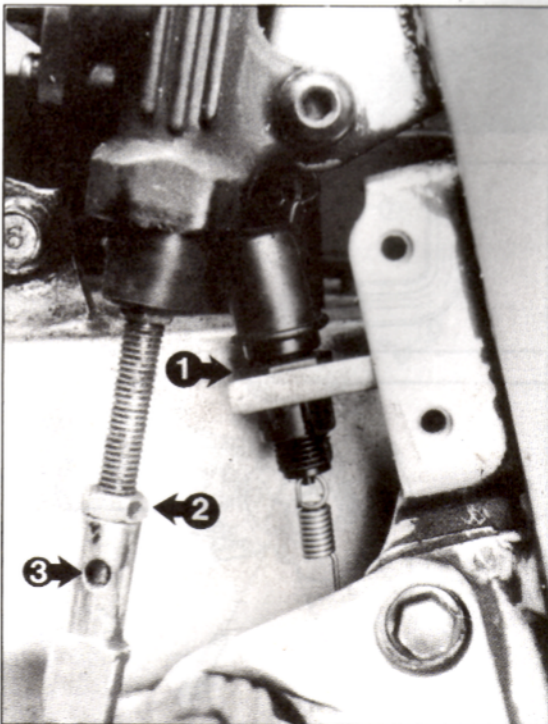

Bild 61
- Zur Korrektur Gegenmutter mit Gabelschlüssel SW 12 lösen, mit Gabelschlüssel SW 10 Einstellgewinde verdrehen bis gewünschte Pedal-stellung erreicht ist und Gegenmutter anziehen, siehe Bild 61, Nr. 2 und 3.
Ansprechverhalten des Bremslichtschalters vorn kann nicht eingestellt werden, hinterer soll in Ak-tion treten, bevor Bremswirkung der Hinterrad-bremse einsetzt. Einstellung durch Drehen der Rändelmutter von Hand vornehmen, siehe Bild 61, Nr. 1.